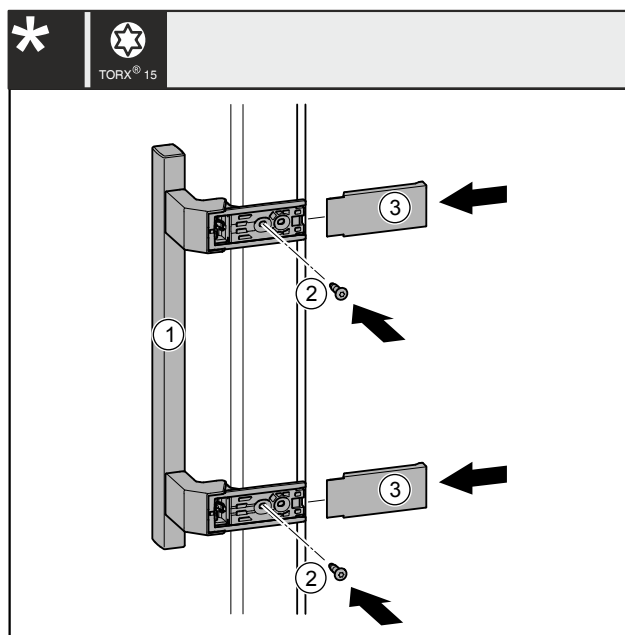

Fig. 29
- Nasad'te madlo Fig. 29 (1) na protilehlé straně.
- Šroubovákem šrouby Fig. 29 (2) pevně utáhněte.
- Kryty Fig. 29 (3) bočně nasad'te a nasuňte je tak, aby zapadly na své místo.